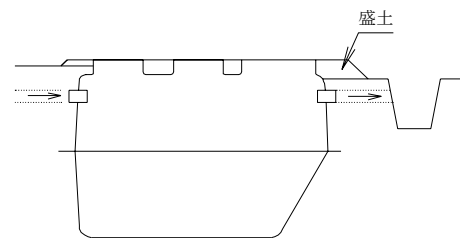

図13
①流出管が長かったり、側溝レベルが高いため、浄化槽からの放流落差が不足する場合は、本体のレベルをあげ、盛土を施して、上部の仕上げを行ってください。（図13参照）